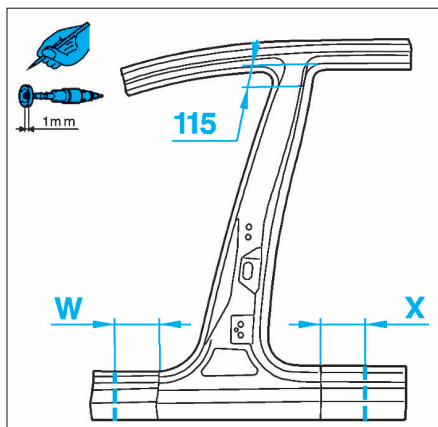

FIG. 54
- Tracer, découper et percer selon (Fig.54 et 55).